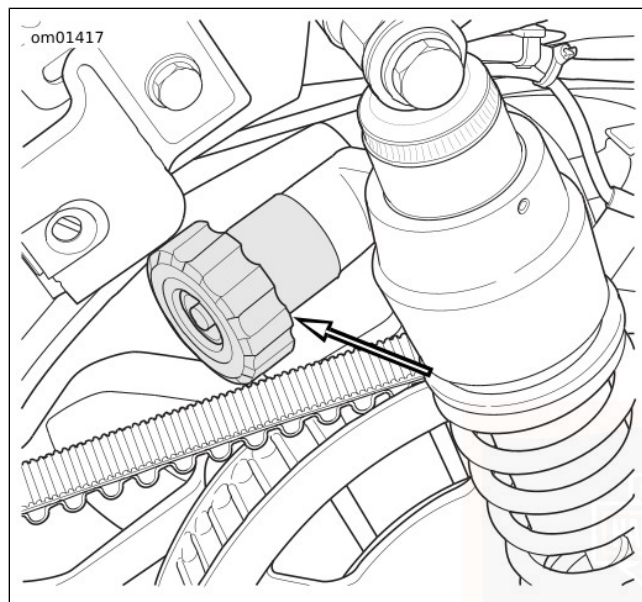

Figure 37. Bouton de réglage de la précharge
2. Voir Figure 37. Tourner le bouton de réglage de la précharge dans le sens antihoraire jusqu'à ce qu'il s'arrête. La position d'arrêt est la précharge minimale.